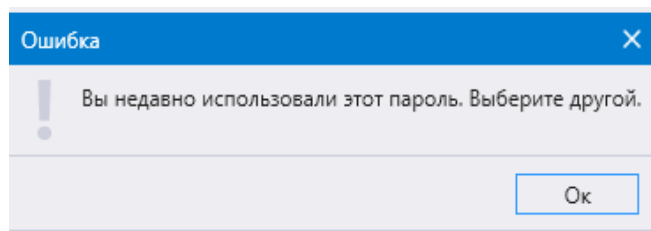

Рисунок 14
3.3.12 При изменении пароля «Администратором» или самим пользователем возможность повторного задания старых паролей (четыре старых (предыдущих)) запрещена. При этом на экран выводится сообщение об ошибке (рисунок 14).